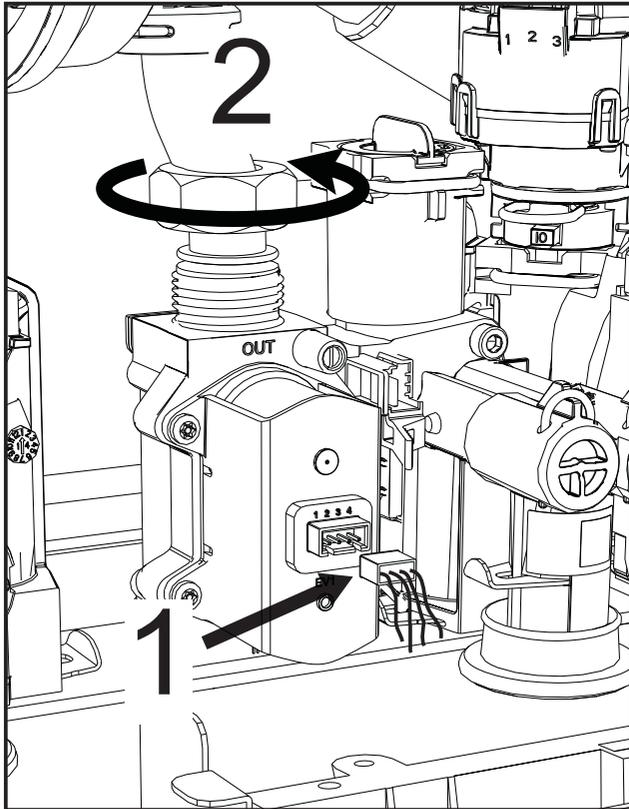

рис. 58
- Отсоедините электрические разъемы “1” (рис. 58).
- Отсоедините трубу подачи газа “2” (рис. 58)